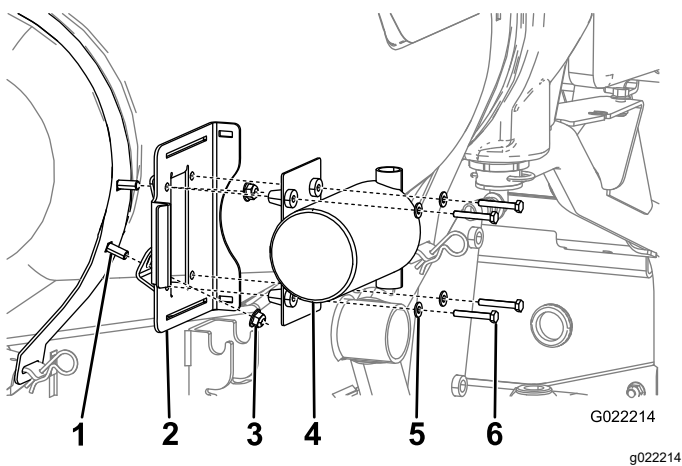

図 8
4. 先ほどとりつけたキャリッジボルトに、すすぎポンプ取り付けブラケットを取り付けるフランジナット2個を使用する 図 8。
6. ポンプをフレームに固定するボルト 4 本、小さいワッシャ 4 枚を使用する 図 8。